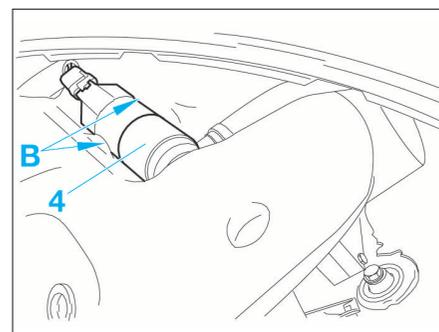

FIG. 15
- Déposer la pompe électrique (2) en "A".
- Vidanger le réservoir de liquide lave-vitres (1).
- Véhicules équipés de lave-projecteurs, déposer la pompe électrique (4) en "B" (Fig.15).